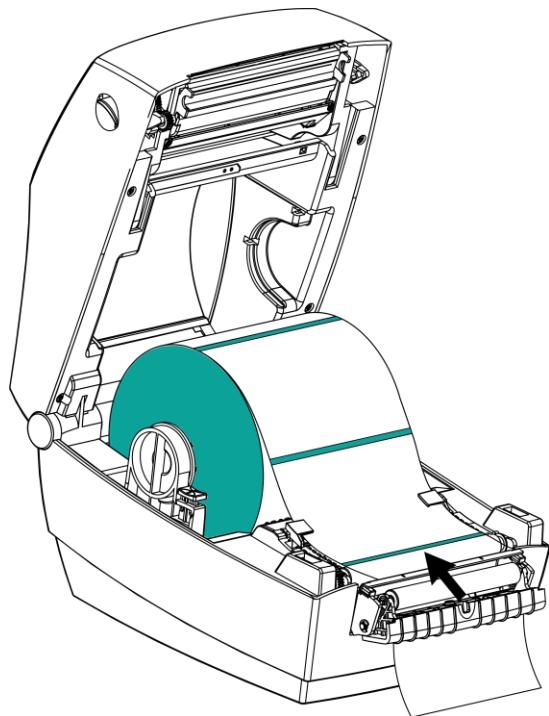

Рисунок 44. Закрытие отделителя
- 7 Закрыть сначала отделитель, а затем крышку принтера (рисунок 44).